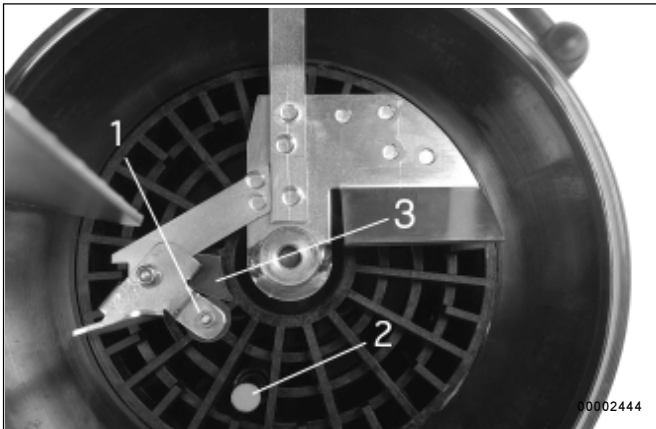

Abb. 33 - Schaltteile der Leermeldung
- Durch die Drehung des Rührflügels im Schmierstoff, wird das drehbar gelagerte Leitblech mit dem Rundmagneten 1 Bild 33 nach hinten gedrückt. Der Magnet bewegt sich zum Drehpunkt des Rührflügels hin. Es kann **nicht** zu einer Betätigung des Magnetschalters 2 kommen.